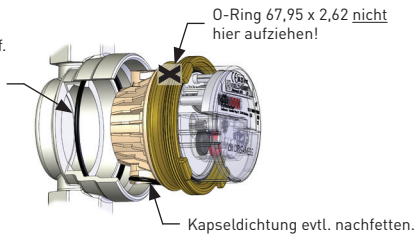

Bild 4 - O-Ring einlegen
- **ACHTUNG! Mitgelieferten O-Ring 67,95 x 2,62** (Art.-Nr. 20132) mit beiliegendem Silikonfett einfetten und in das Gehäuse einlegen (Bild 4). Kapseldichtung evtl. nachfetten!